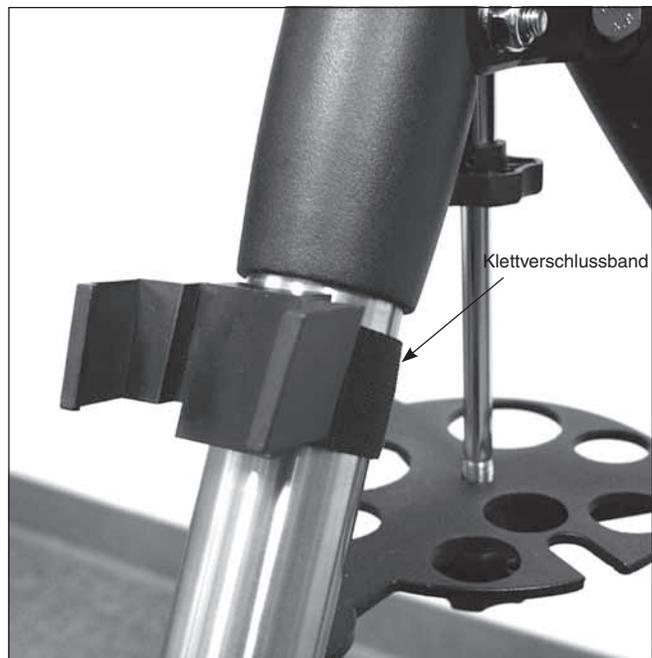

Abbildung 13. Installieren der GoTo-Handsteuerungshalterung
1. Schnallen Sie die mitgelieferte Handsteuerungshalterung an einem Stativbein über der Tragschale in der Mitte des Stativs mit dem Klettverschlussband an, wie in **Abbildung 13** dargestellt.